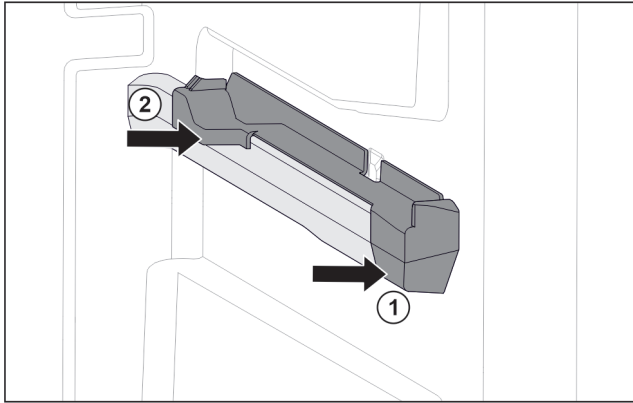

Fig. 53 Наставка върху дясното ребро на съда
- ▶ Поставете наставката отпред към реброто на съда. *Fig. 53 (1)*
- ▶ Притиснете наставката отзад. *Fig. 53 (2)*